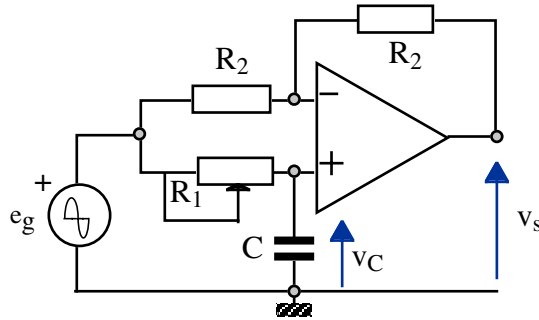

Figure 1
- 1) Déterminer l'expression de la fonction de transfert $T(\omega) = v_s/e_g$ du montage de la figure 1.